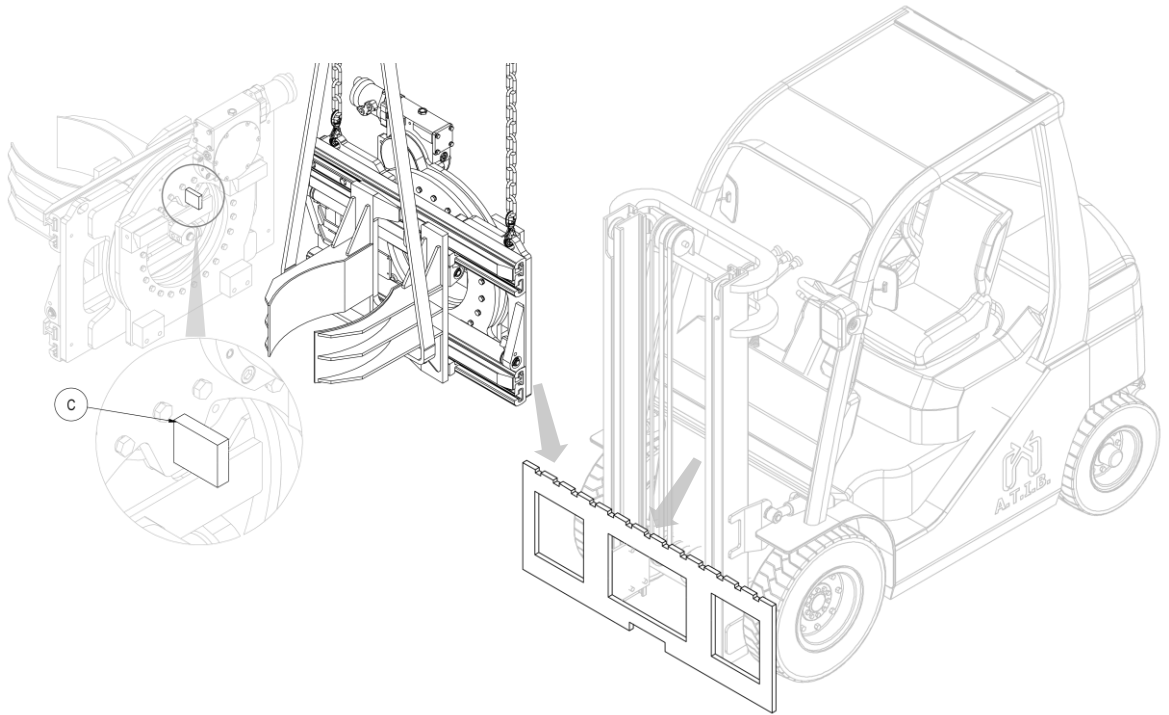

Abbildung 3
6. Setzen Sie mit einem Brückenkran oder einem Flaschenzug mit ausreichender Tragleistung das Gerät auf die Trägerplatte des Gabelstaplers und achten Sie darauf, dass der Zentriersift C in der Mittelkerbe einrastet (siehe *Abbildung 3*).